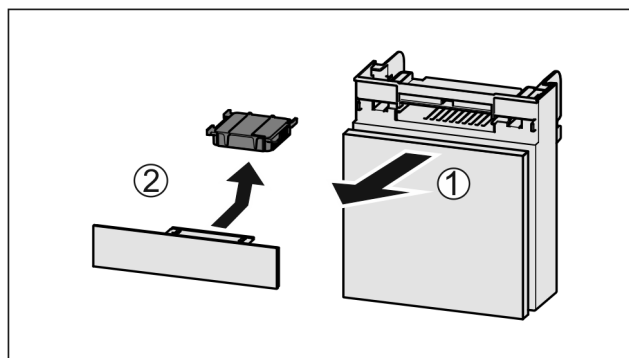

Fig. 209
- Zásuvku vytáhněte dopředu Fig. 209 (1).
- Filtr s aktivním uhlím vyjměte Fig. 209 (2).